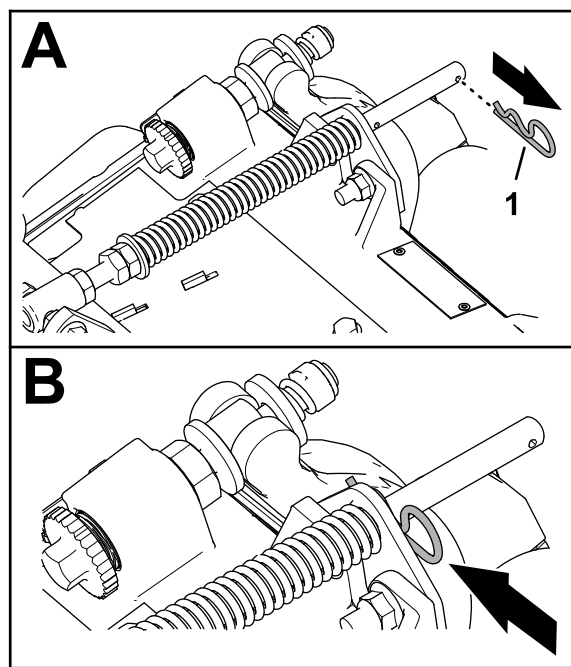

Рисунок 10
1. Если в заднем отверстии штока пружины компенсации установлен игольчатый шплинт, извлеките его и вставьте в отверстие рядом с кронштейном (**Рисунок 10**).